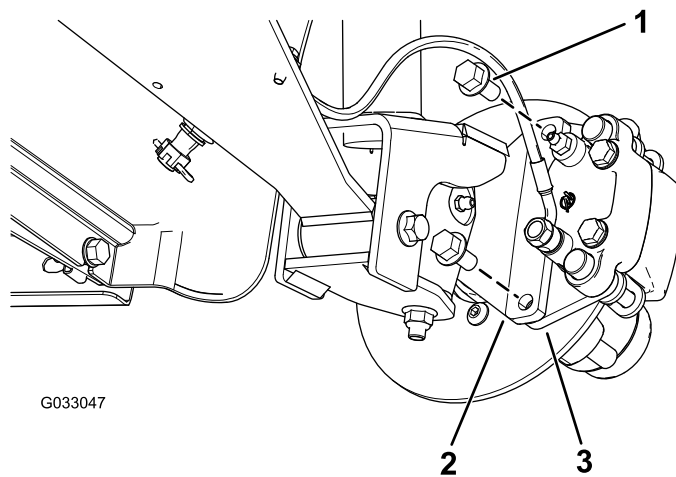

Рисунок 32
3. Выверните болты с фланцевыми головками ($\frac{3}{8} \times \frac{3}{4}$ дюйма), которые крепят кронштейн тормоза в сборе к оси, и отделите тормоз от оси (Рисунок 32).
2. Совместите тормозные колодки с обеих сторон тормозного диска (Рисунок 32) с отверстиями в кронштейне суппорта и отверстиями в креплении тормоза на цапфе (Рисунок 36).
3. Закрепите кронштейн суппорта на цапфе (Рисунок 32) с помощью 2 болтов с фланцевыми головками ($\frac{3}{8}$ x $\frac{3}{4}$ дюйма).